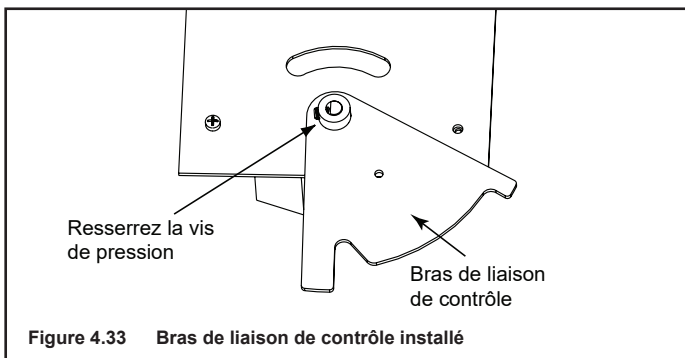

Figure 4.33 Bras de liaison de contrôle installé
9. • Placez le bras de liaison de contrôle sur la tige de la minuterie et serrez la vis de pression, Figure 4.33.